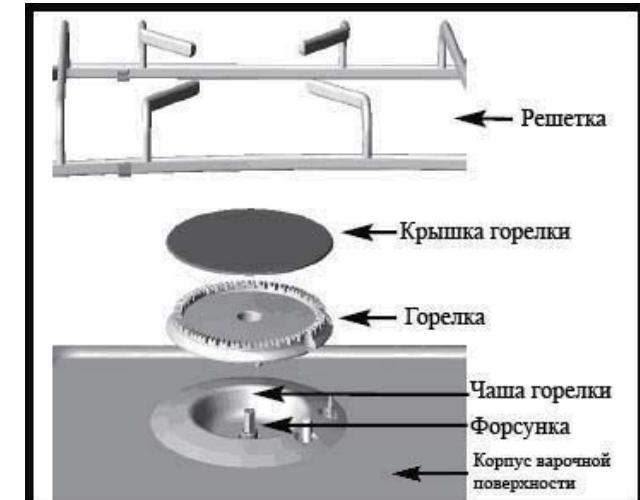

Рис. 5
- Установив варочную поверхность, проверьте правильность установки и расположения горелок (см. рис.5 и рис. 6)